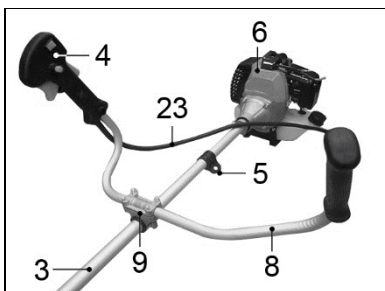

Рисунок 7.
6.4. Установка рукояток и наплечного ремня (Рис. 7)